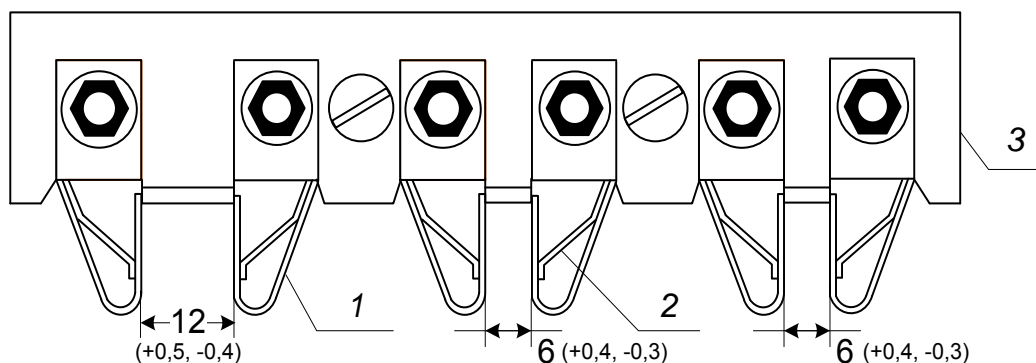

Рисунок 1. Контактная колодка: 1 - контактная пружина; 2 - упорная пружина; 3 – основание контактной колодки.
7.2.10. После замены контактной и/или ножевой колодки автопереключателя следует проверить (рис.1):
- поворачивать ключ с приложением легкого усилия, одновременно перемещая его по профилю пружины, до момента касания упорной пружины контактной пружины (при регулировке правых пружин (см. рис.1) вращение производится по часовой стрелке, а при регулировке левых пружин – против часовой стрелки);